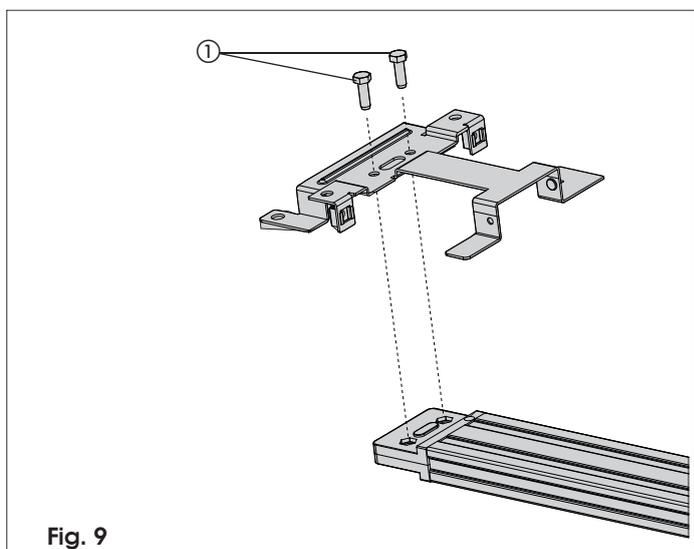

Fig. 9
Vor der Fixierung der Gleitführung an der Decke die hintere Befestigung an die entsprechende Aufnahme auf der Zugkupplung zusammenbauen und die Schrauben laut Abb. 9 Bez. ① anschrauben.